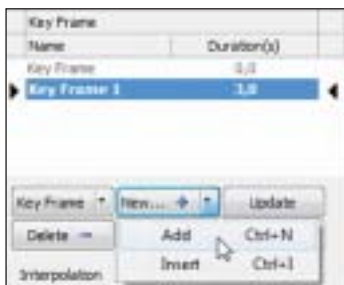

Рис. 101. Добавление видеофрагментов
5. Измените вид платы на экране и снова выполните команду *New/Add*. Добавьте первый ключевой кадр *Key Frame 1* и установите его длительность — 3 с (рис. 101).